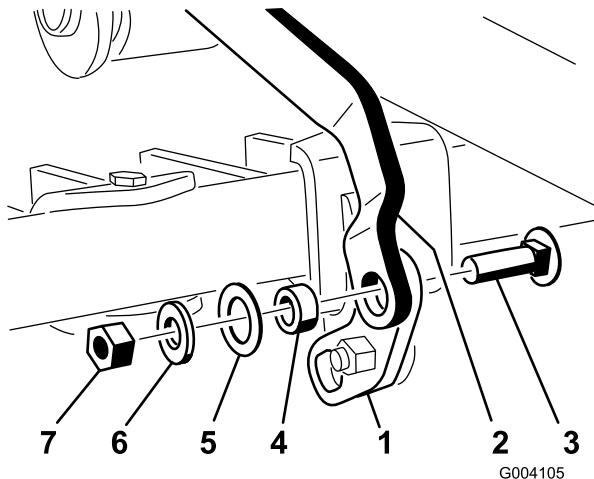

Figura 16
- 5. Com o joelho do conjunto do pedal de elevação dobrado para cima, instale o furo quadrado na patilha articulada na extremidade da ligação da barra de ferramentas utilizando um parafuso de carroçaria (3/8 x 1-1/4 pol.), um espaçador (1 pol.), uma anilha (13/16 pol.) e uma porca de bloqueio (3/8 pol.) como se mostra em Figura 16.
- 6. Instale a cavilha excêntrica através da parte inferior da patilha articulada e apoio da articulação e prenda-a utilizando uma porca de bloqueio (5/16 pol.) (Figura 16).